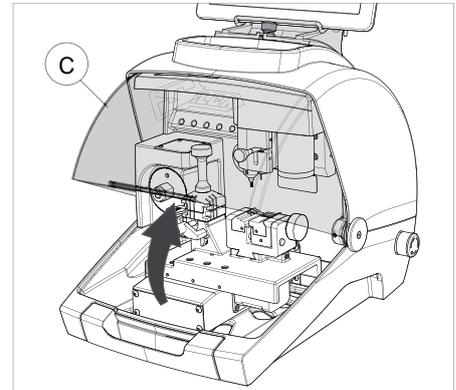

Fig. 7
Para a instalação das chaves a cortar ou para efectuar outras operações na máquina, é necessário levantar o painel (C) (Fig. 7).